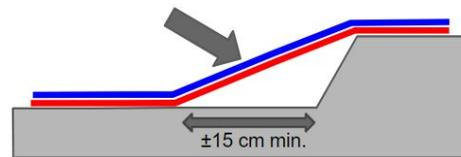

Fig.7
**IMPORTANTE:** quando l'applicazione è effettuata su una singola superficie corrugata, rispettare sempre una distanza minima di 15 cm di materiale non applicato per allungarlo nella corrugazione profonda. Ripetere il processo di applicazione come descritto in alto. Fig.7